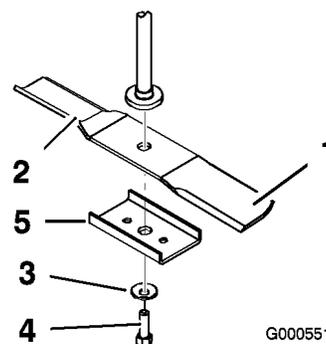

Figure 38
Tenez la lame à son extrémité avec un chiffon ou un gant épais. Enlevez le boulon, la rondelle bombée, le renfort et la lame de l'axe (Figure 38).
1. Placez la lame sur l'axe (Figure 38).
2. Montez le renfort, la rondelle bombée (face concave vers la lame) et le boulon de lame (Figure 38).